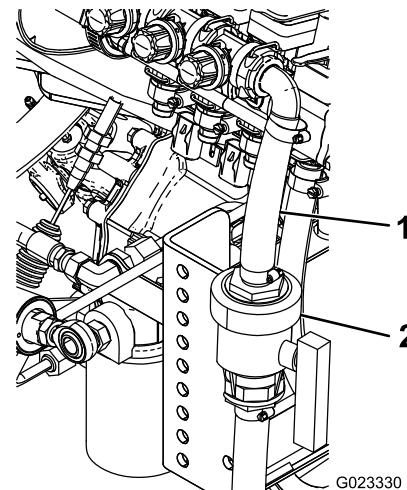

Figura 13
9. Conecte los 2 extremos de la manguera a la válvula de la manguera de suministro con 2 abrazaderas (Figura 13).